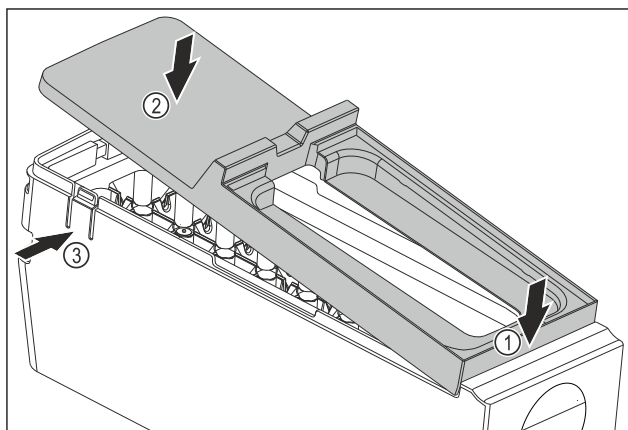

Fig. 113
- Monter le couvercle du corps de l'EasyTwist-Ice : Placer le couvercle à l'avant. Fig. 113 (1)
- Abaisser le couvercle à l'arrière. Fig. 113 (2)
- L'enclenchement du couvercle dans les deux languettes Fig. 113 (3) se fait entendre.